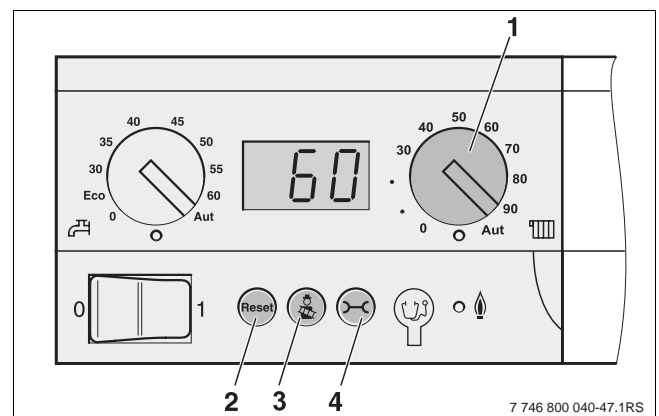

Fig. 46 Tableau de commande du contrôleur de base
- Avec le bouton rotatif pour la température maximale d'eau de chaudière (→ fig. 46, [1]), il est possible de régler la température limite supérieure de l'eau de chaudière pour le mode chauffage (→ tabl. 9).